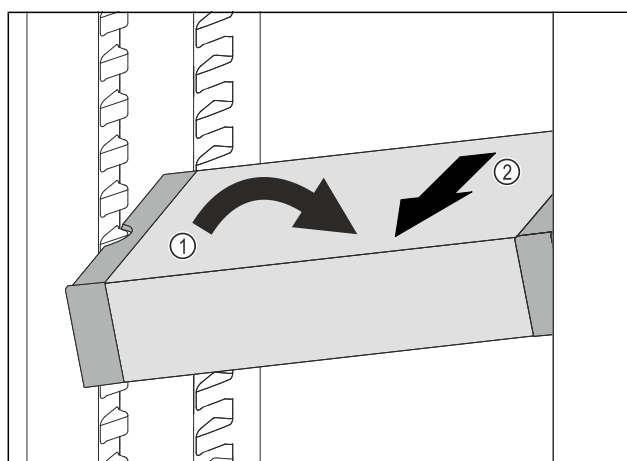

Fig. 90
- VarioSafe in het koelgedeelte schuin zetten. *Fig. 90 (1)*
- VarioSafe naar voren toe verwijderen. *Fig. 90 (2)*